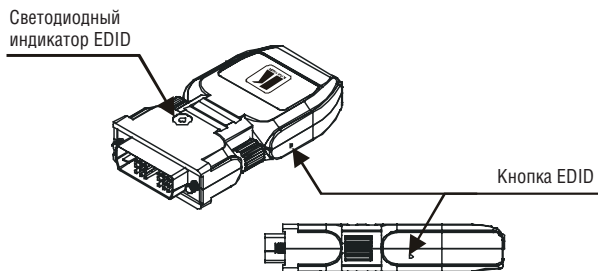

Рис. 2. Кнопка автоматического захвата EDID на 602T
3. Нажмите кнопку EDID (она показана на рис. 2) с помощью тонкой отвертки.